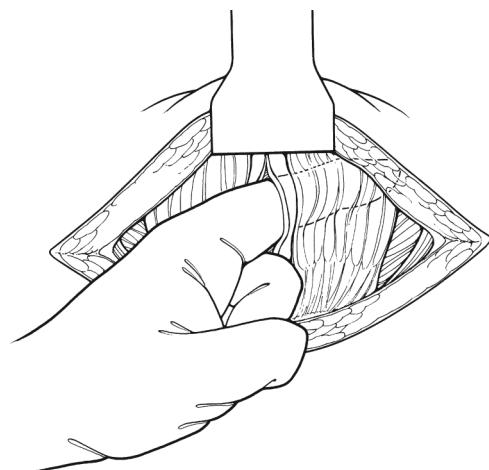

Figura 4-8. Separe la línea alba
10. Haga una incisión suprapública, divida la fascia rectal transversalmente y use un movimiento de expansión para separar la línea alba con objeto de llegar al espacio prevesical. (**Figura 4-8**)